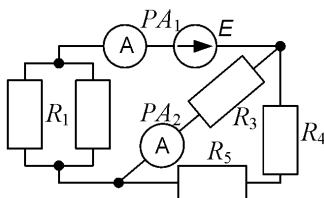

Рис. 2.27
2. Амперметры PA_1 и PA_2 (рис. 2.27) показывают токи $2,4$ и $1,6 \text{ мА}$ соответственно. Определить сопротивление R_5 и ЭДС источника энергии, если $R_1 = R_2 = 5 \text{ кОм}$; $R_3 = 1,5 \text{ кОм}$; $R_4 = 2 \text{ кОм}$.